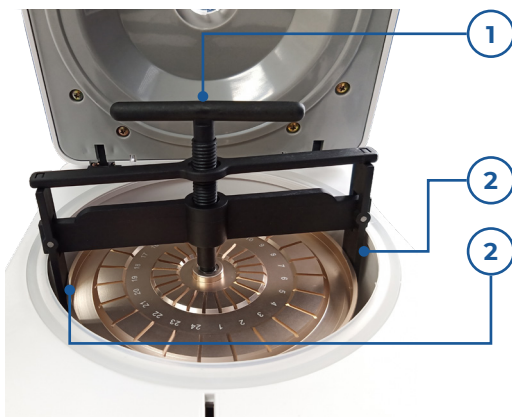

Figura 8
6. Una vez que haya retirado el tornillo de fijación, coloque la palanca con tornillo al centro. A continuación, inserte las dos pinzas a los lados opuestos del rotor (1), afloje el tornillo central según sea necesario (2). Asegúrese de que las pinzas sujeten perfectamente el rotor (Figura 8).